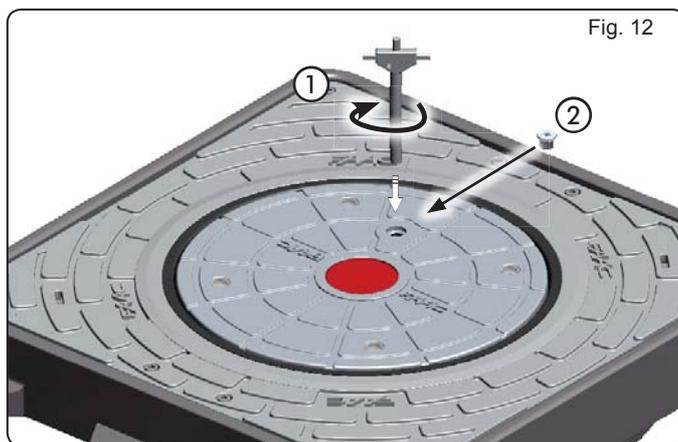

Fig. 12
2. Gire en sentido horario hasta el tope (fig. 12, ref. ①).
3. Vuelva a atornillar el tornillo de cierre situado en la cabeza del pilón (fig. 12, ref. ②).